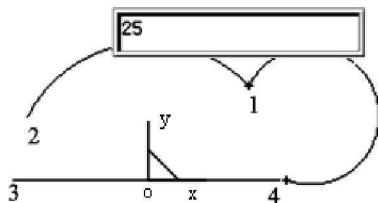

图 2-5
(5) 单击“圆弧”图标 $\textcircled{3}$ ，选择“两点\_半径”。
(6) 按回车键→用鼠标捕捉“1”点→捕捉“4”点→移动光标到合适位置，按回车键→选择两点半径并输入“半径”25→按回车键结束，结果如图 2-5 所示。